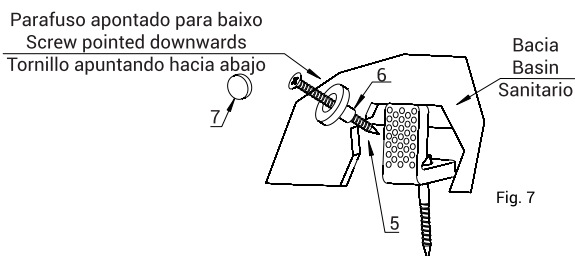

Fig. 7
Com a bacia na posição, fixe-a com o parafuso de fixação lateral e a bucha plástica (itens 5 e 6), e colocar os acabamentos (itens 7) (Fig. 7). Remova o excesso de silicone no contorno da bacia.
Obs.: Para melhor fixação da bacia no piso, rosquear o parafuso (item 5) apontando para baixo (Fig. 7).
With the basin in its position, fit it with the lateral fitting screw and the plastic bushing (items 5 and 6), and place the finishing (item 7) (Fig. 7). Remove the excess of silicone around the contour of the basin.
Obs.: For better fitting of the basin to the floor, tighten the screw (item 5) facing downwards (Fig. 7).
Con el sanitario en la posición, fijelo con el tornillo de fijación lateral y el buje plástico (itens 5 e 6), y colocar los acabamientos (itens 7) (Fig. 7). Quite el exceso de silicona alrededor del sanitario.
Obs.: Para mejor fijación del sanitario en el piso, enroscar el tornillo (item 5) apuntando hacia abajo (Fig. 7).